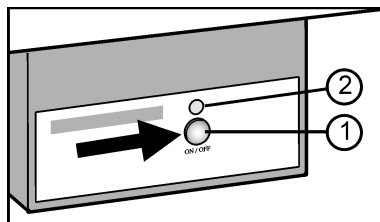

Fig. 6
- ▶ Nacisnąć przycisk On/Off Fig. 6 (1), aż zaświeci LED Fig. 6 (2).